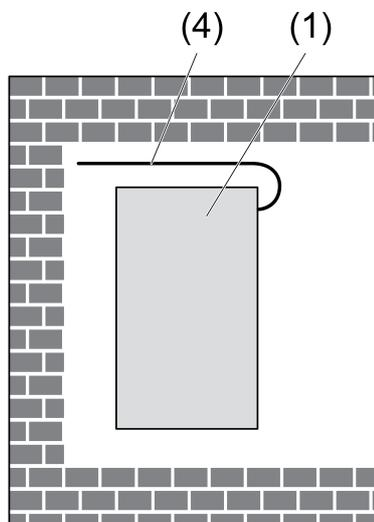

Figura 4
- ⓘ Tenere l'antenna il più distesa e libera possibile (figura 4).